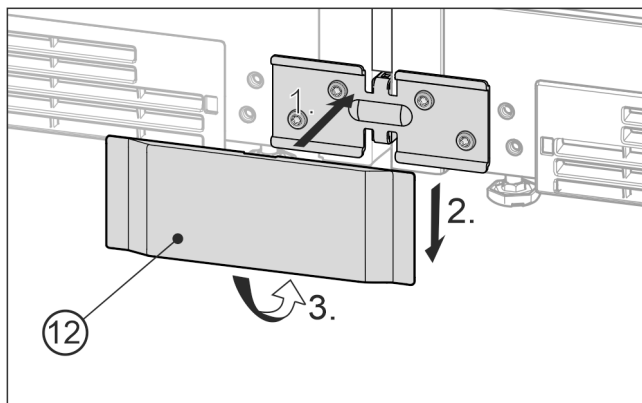

Fig. 20 Rappresentazione esemplificativa
- Applicare la copertura inferiore Fig. 20 (12) dal davanti sulla squadretta Fig. 20 (1), spingerla verso il basso Fig. 20 (2) e innestarla nella parte inferiore Fig. 20 (3).